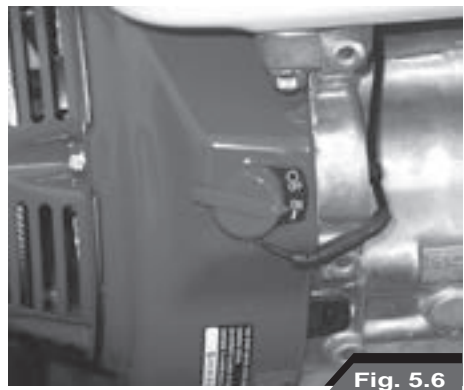

Fig. 5.6
- Plaats de ON/OFF-schakelaar van de motor op **ON** (Fig. 5.6).
- Pak de handgreep voor het starten van de motor (15) vast, trek er zachtjes aan om de vergrendeling van de pal te bevorderen. Trek er daarna krachtig aan. Zet zo nodig uw voet op het wiel om meer kracht te kunnen zetten. Herhaal deze handeling door steeds korte en krachtige slagen te maken tot de motor start.
- Om de motor uit te schakelen, is het voldoende om de ON/OFF-schakelaar op **OFF** (Fig. 5.6) te zetten, de motor stopt binnen enkele ogenblikken.